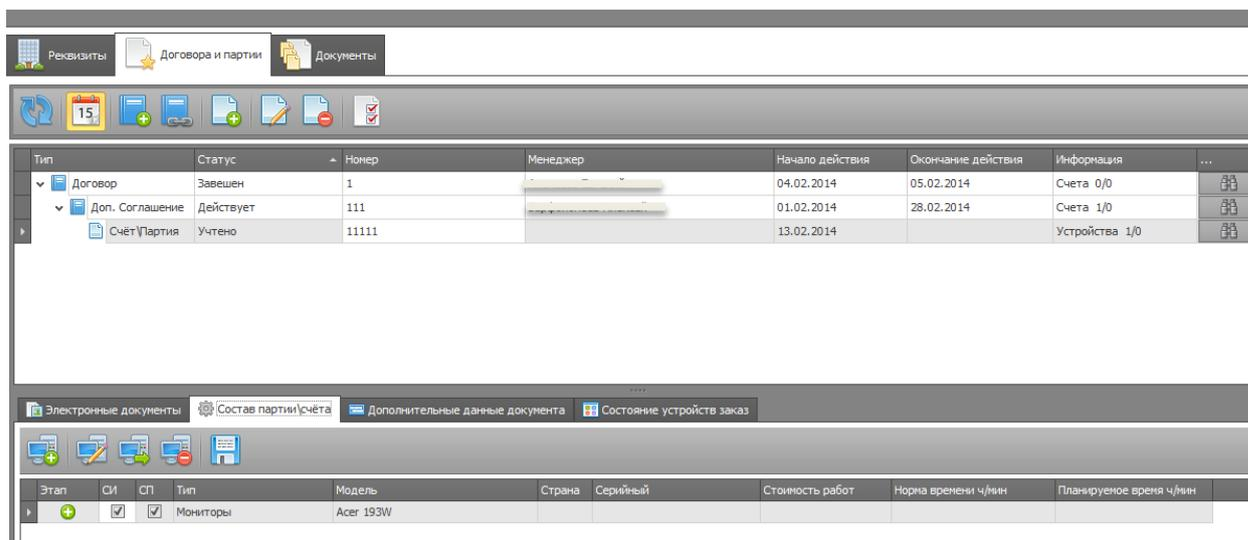

Рисунок 10
- Вкладка – **Договора и партии**(рис.10)